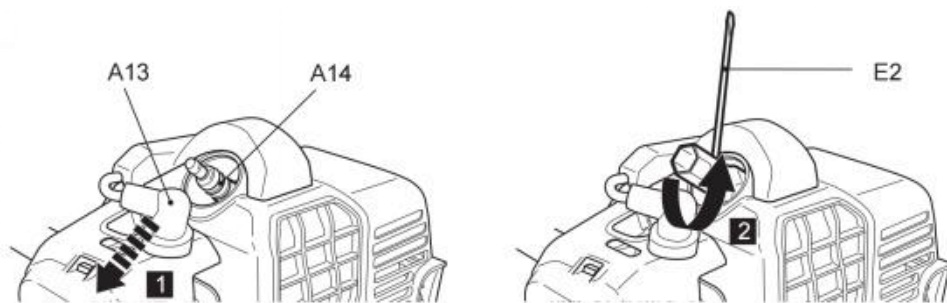

Fig. 78
2. Allentare la candela (A14) in senso antiorario utilizzando il multiutensile (E2) e rimuoverla con attenzione (Fig. 78).